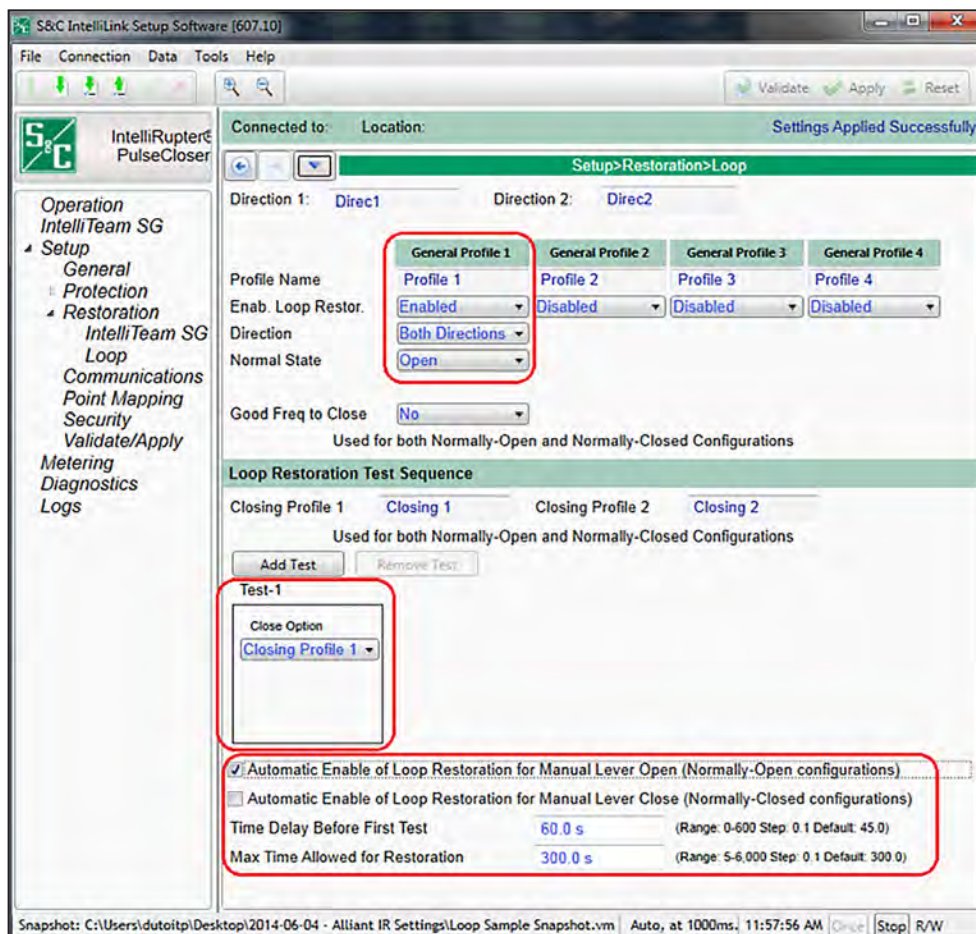

Figura 86. Tela Configurações>Recomposição>Anel.
- PASSO 1.** Na tela *Setup>Restoration>Loop*, habilite o valor-alvo **Enable Loop Restoration** para o **Perfil Geral** desejado. Ver Figura 86 na página 172.
Quando o modo **Recomposição do Anel** está tomando uma decisão de fechar e recompor o alimentador, ele usa o perfil e a sequência de testes conforme programação feita na tela *Setup>Restoration>Loop>Loop Restoration Test Sequence*. Ver Figura 86 na página 172.